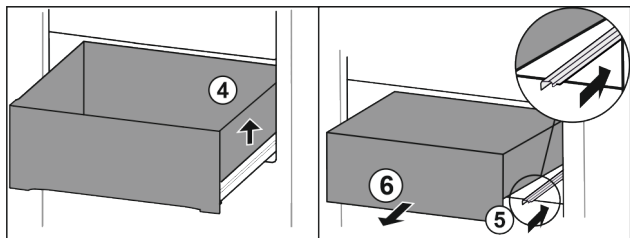

Fig. 91
- ▶ Ridicați sertarul din dreapta. Fig. 91 (4)
- ▶ Inșerați șina din dreapta. Fig. 91 (5)
- ▶ Extrageți sertarul spre înainte. Fig. 91 (6)